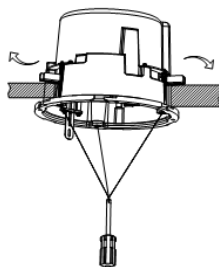

图 6 插入底座盒
6. 底座盒插入天花板安装孔中，用螺丝刀拧紧 3 颗螺丝，以便弹簧卡扣弹出卡入安装孔，将底座盒固定到天花板上（如**图6**）